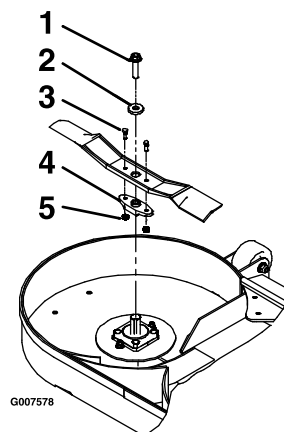

Figura 63
- Retire la cuchilla, la arandela y el perno que sujetan la cuchilla y el impulsor de la cuchilla (Figura 63).
- Retire el impulsor de la cuchilla de la cuchilla existente (Figura 63).
1. Instale el impulsor de la cuchilla en las cuchillas nuevas con los pernos de cizallamiento y las contratuercas (Figura 63).
3. Instale la cuchilla, la arandela y el perno de la cuchilla en el eje (Figura 63).